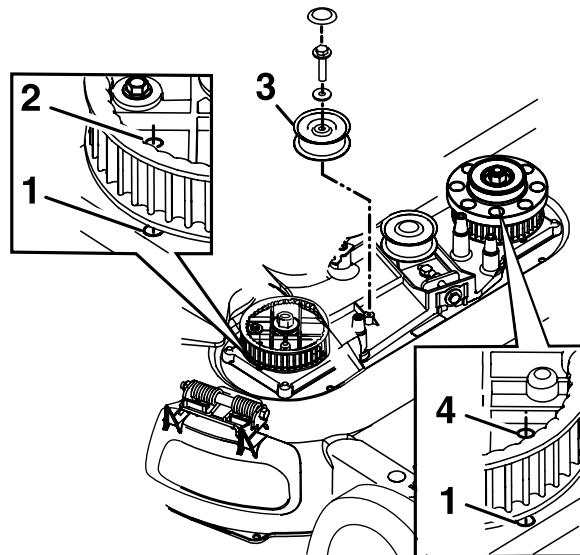

Figura 41
| 8. Retire la polea tensora fija y los herrajes (Figura 41). | |
- Alinee los taladros de los piñones de la izquierda y de la derecha con los taladros de la carcasa, según se muestra en Figura 41.